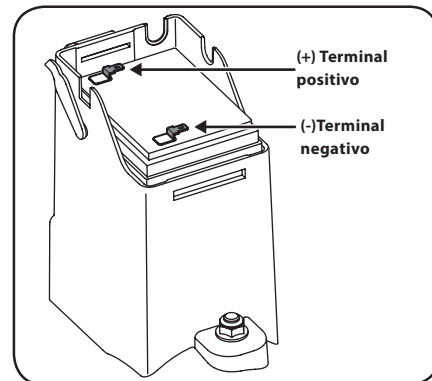

Figura 4-8
- Reemplace con una nueva batería. Conecte el conductor positivo (rojo) al lado positivo del paquete de batería, luego conecte el conductor negativo (negro) al lado negativo. Vea la Figura 4-8.